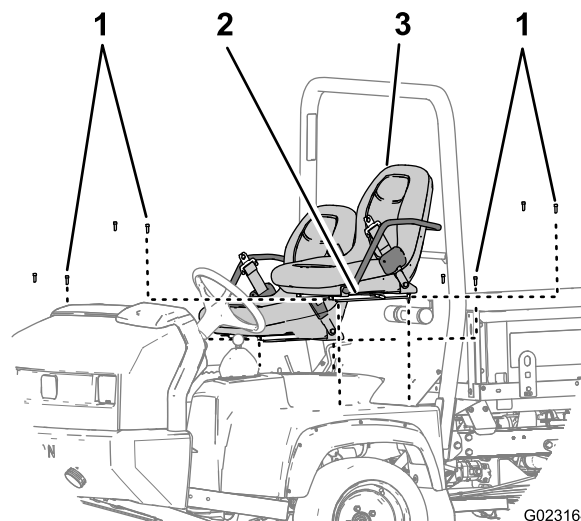

Figura 9
1. Rimuovete le 8 viti a esagono incassato che fissano le guide del sedile al telaio ed estrarre i sedili (Figura 9).
2. Ripetete il passaggio 1 per l'altro sedile (Figura 9).